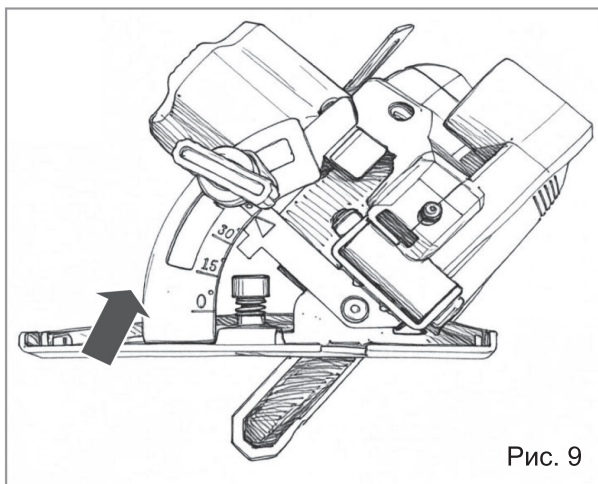

Рис. 9
- Наклоните пилу относительно опорной платформы, выставив необходимый угол наклона, ориентируясь по шкале угла наклона диска (рис. 9).